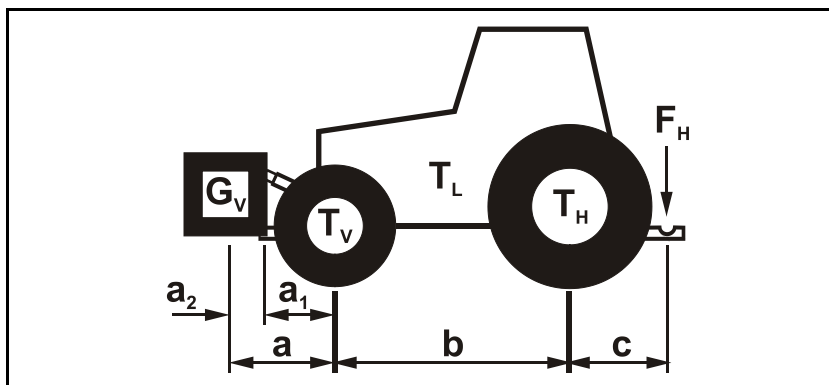

Fig. 24
- Støttefod sænket ved frakoblet maskine (Fig. 24/1).
Støttefod (Fig. 24/1) løftes / sænkes:
1. Fjern fjedersplitten (Fig. 24/3).
2. Træk ud i bolten (Fig. 24/2).